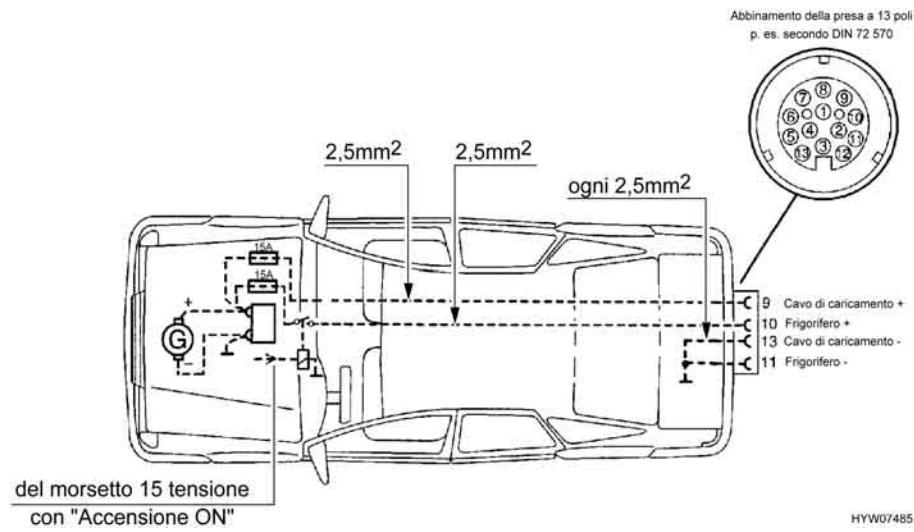

Fig. 86 Installazione per veicolo trainante
- ▷ Attrezzare la motrice con le sezioni di cavo relative e con un relais per l'alimentazione elettrica (comandata tramite accensione) (vedi Fig. 86).